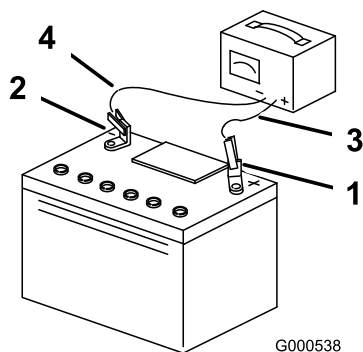

Figura 47
3. Cuando la batería esté completamente cargada, desconecte el cargador de la toma de electricidad, luego desconecte los cables del cargador de los bornes de la batería (Figura 47).